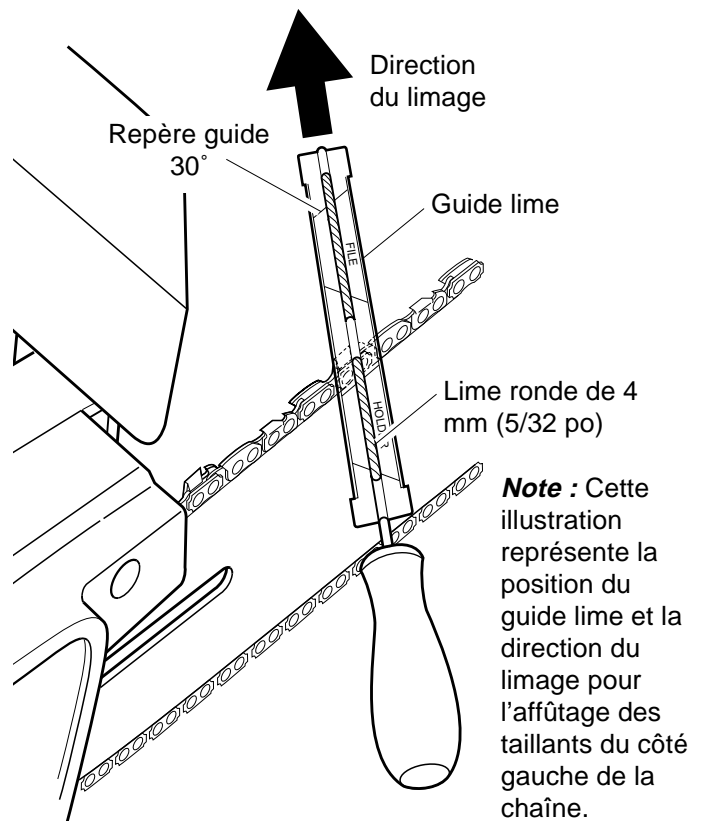

Figure 20 - Position de la lime et du guide lime sur la chaîne
3. Enfoncer la lime ronde de 4 mm (5/32 po) (attachée au guide lime) dans la rainure, entre la plaque supérieure et le limiteur de profondeur sur la chaîne. Le guide lime doit reposer sur la plaque supérieure et sur le limiteur de profondeur. (Voir les figures 20 et 21.) *Note* : Limer au milieu de la lame-guide.
4. Tenir le guide lime horizontal. S'assurer que le repère 30° du guide lime est parallèle à l'axe de la lame-guide. (Voir la figure 20.) Ceci permet de s'assurer que l'on lime les taillants à un angle de 30°.
5. Limer le taillant de l'intérieur vers l'extérieur, jusqu'à ce qu'il soit affûté. Ne limer que dans cette seule direction. (Voir la figure 20.) *Note* : 2 ou 3 coups de lime doivent affûter le taillant.